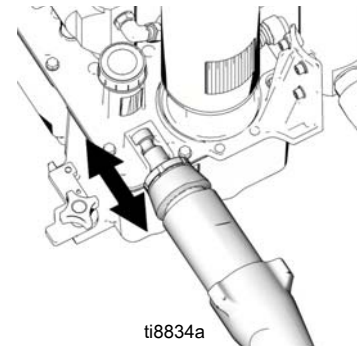

FIG. 20
1. (Fig. 20) Dacă este necesar, amplasați tija pompei în forma de reglare și trageți de pompă pentru a extinde tija.